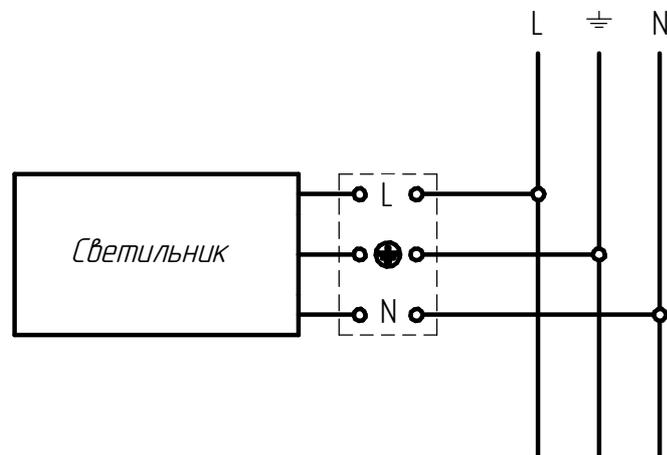

Рисунок 4 - Схема подключения светильника серии ДСП47 к электрической сети
3.3 Схема подключения светильников приведена в приложении А (рисунок 4, 5, 6, 7)
5.4 Подключите светильник к электрической сети согласно схеме (рисунок 4)